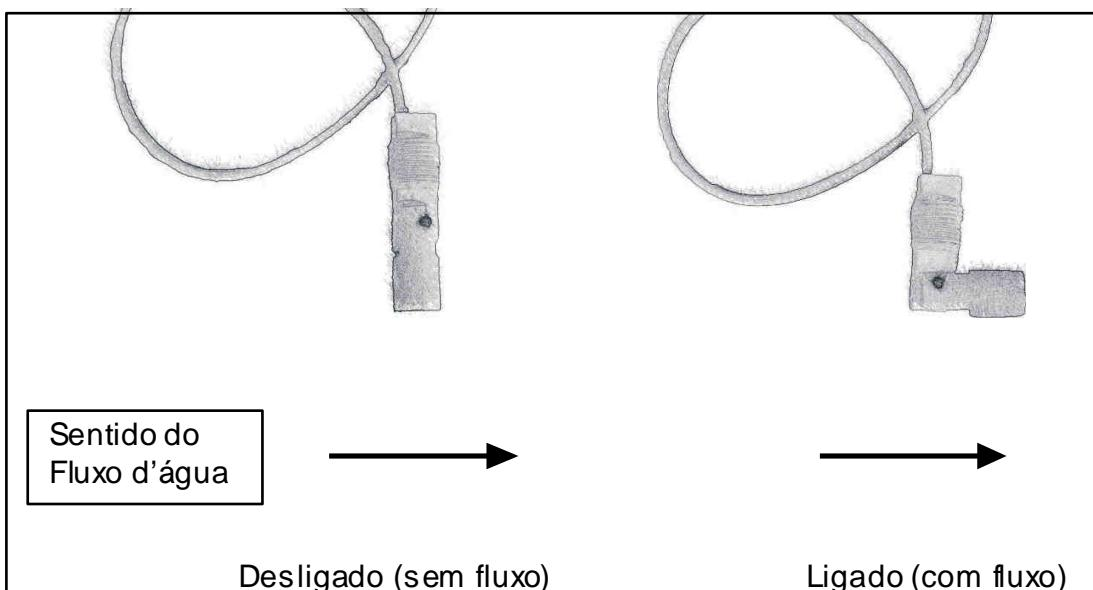

Figura 8
1. **INSTALE SEMPRE** o sensor de fluxo após a célula eletrolítica e em uma tubulação horizontal, de modo a posicionar os fios para cima e respeitando o sentido do fluxo da mesma, conforme indicado na **figura 8**.